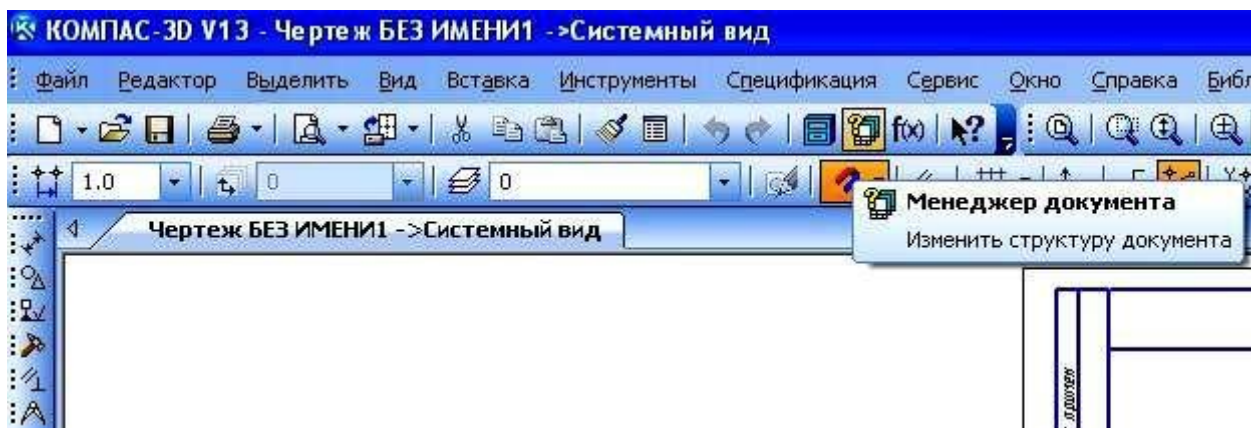

Рисунок 3 – Изменение формата
1.2 Кнопкой **Менеджер документа** на панели **Стандартная** вызвать одноименное окно для изменения формата и оформления чертежа (рисунок 3).